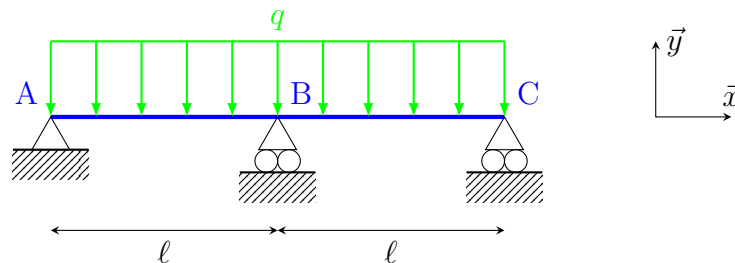

FIGURE 2 – Représentation schématique du problème étudié.
On note  $\vec{x}$  la direction de la poutre (avec  $x$  croissant de gauche à droite) et  $\vec{y}$  la direction verticale. On considère que le poids propre du tablier peut être modélisé par une densité linéique de charge  $q$ . La figure 2 résume les différents modèles retenus.
7. Le problème représenté en figure 2 est-il isostatique ?